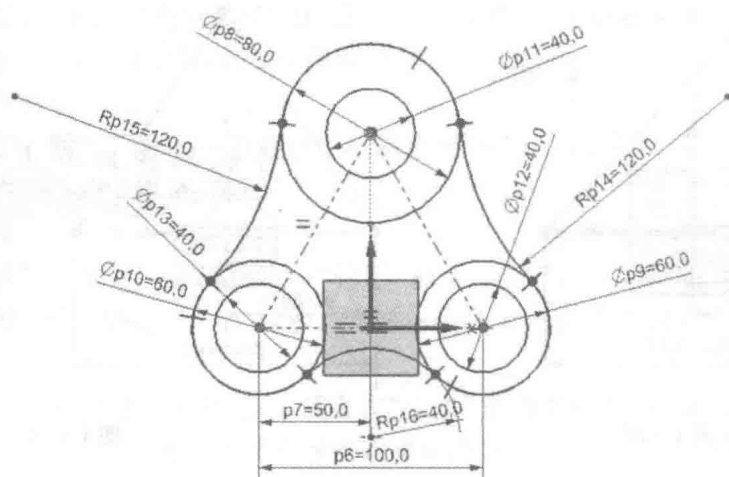

图 1-23
2) 单击“三点画圆弧”按钮，点击直径为 60 的圆上一点和另一直径为 60 的圆上一点，输入半径 40，单击鼠标左键，同理可得到半径为 120 的圆弧，如图 1-23 所示。